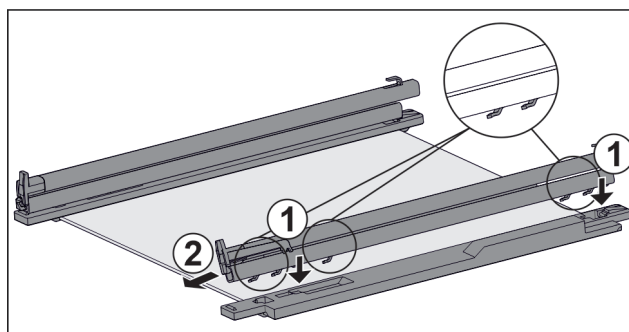

Fig. 159 Glasplatte mit Schienen und Halteteilen
- ▶ Haken der Schiene auf die Öffnungen des **linken** Halte- teils setzen. *Fig. 159 (1)*
- ▶ Schiene nach vorne ziehen. *Fig. 159 (2)*
- ▶ Haken der Schiene auf die Öffnungen des **rechten** Halte- teils setzen. *Fig. 159 (1)*